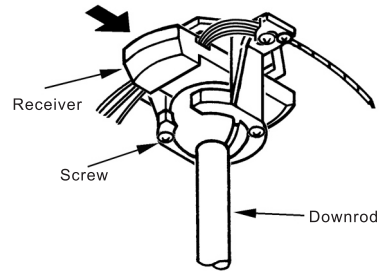

Fig.15
Paso 1. Instale el receptor en la abrazadera de montaje, el lado plano debe quedar hacia arriba. (Fig.15)